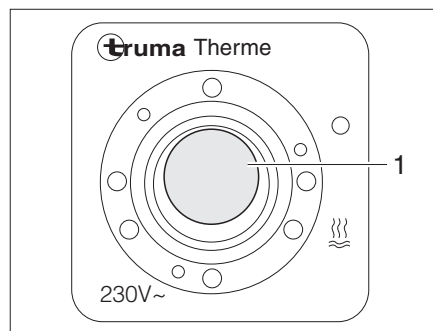

Fig. 121 Interruttore di comando per scaldacqua
Con l'interruttore di comando (Fig. 121) si inserisce la modalità di funzionamento elettrico. La spia di controllo (Fig. 121,1) nell'interruttore deve accendersi.
- Inserire l'interruttore di comando (Fig. 121). La spia di controllo (Fig. 121,1) nell'interruttore si accende.
- Spegner l'interruttore di comando (Fig. 121). La spia di controllo (Fig. 121,1) nell'interruttore si spegne.
- Spegnerne l'interruttore di comando (Fig. 121). La spia di controllo (Fig. 121,1) nell'interruttore non si accende.